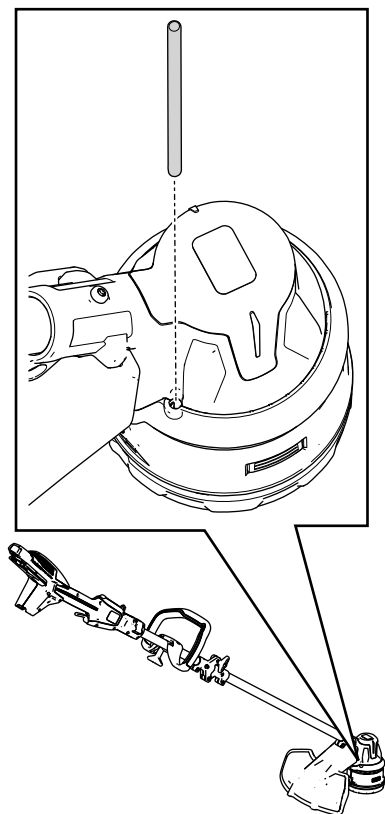

Figura 16
2. Inserite un utensile dal diametro ridotto (come un cacciavite) all'interno dell'alloggiamento del motore e all'interno della scanalatura della ventola per fissare la testa del decespugliatore in modo che non possa ruotare liberamente (Figura 16).